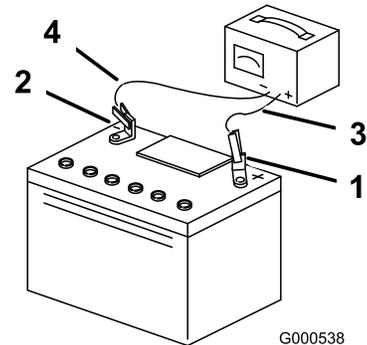

Figura 31
3. Cuando la batería esté completamente cargada, desconecte el cargador de la toma de electricidad, luego desconecte los cables del cargador de los bornes de la batería (Figura 31).